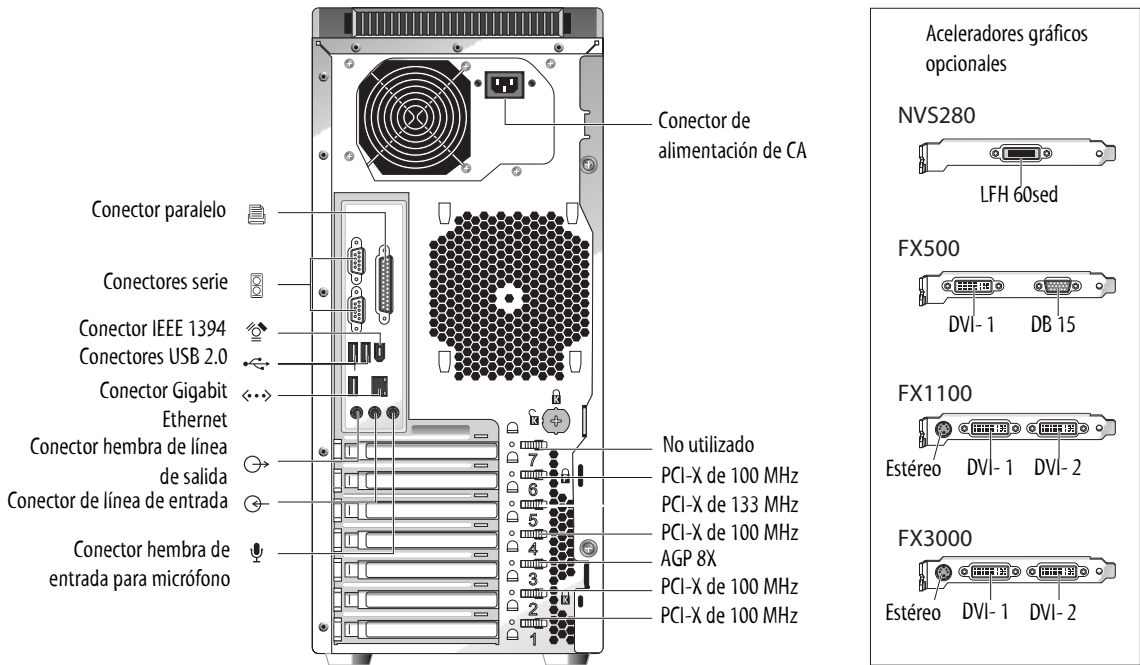

FIGURA 1-2 Panel posterior
La FIGURA 1-2 muestra el panel posterior de las estaciones de trabajo Sun Java W1100z y W2100z.
- Si la estación de trabajo no se apaga mediante el comando del sistema operativo o si no se encuentra disponible dicho comando, pulse y suelte el botón de alimentación (ubicado como se muestra en la FIGURA 1-2).